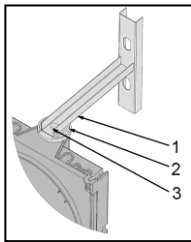

Рисунок 3 - Крепежный кронштейн
2. Перед монтажом СДС необходимо прикрепить верхний и нижний крепежные кронштейны (поз.1 на рис.3) к крепежным фланцам секций (поз. 2 на рис.3) посредством болтов М8 (поз. 3 на рис.3). Угол поворота светофора на опоре можно регулировать при ослабленных болтах, после чего необходимо их затянуть.